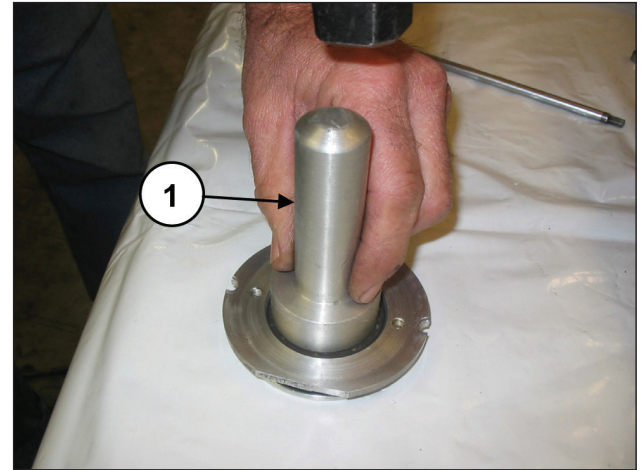

Fig. 174
Monter le joint Spi sur le carter d'huile (rep. ①, Fig. 174) à l'aide d'un tampon cod. 27910900.